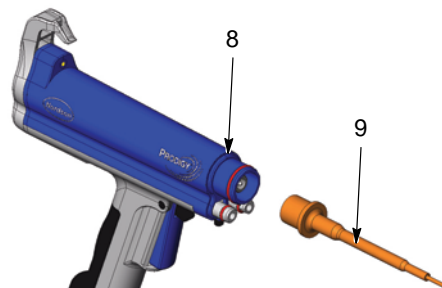

Figura 4 Extracción del soporte de la resistencia
7. Ver la figura 4. Desenroscar el soporte de la resistencia (9) del multiplicador (8).
- Ver la figura 4. Enroscar el soporte de la resistencia en el multiplicador (8).